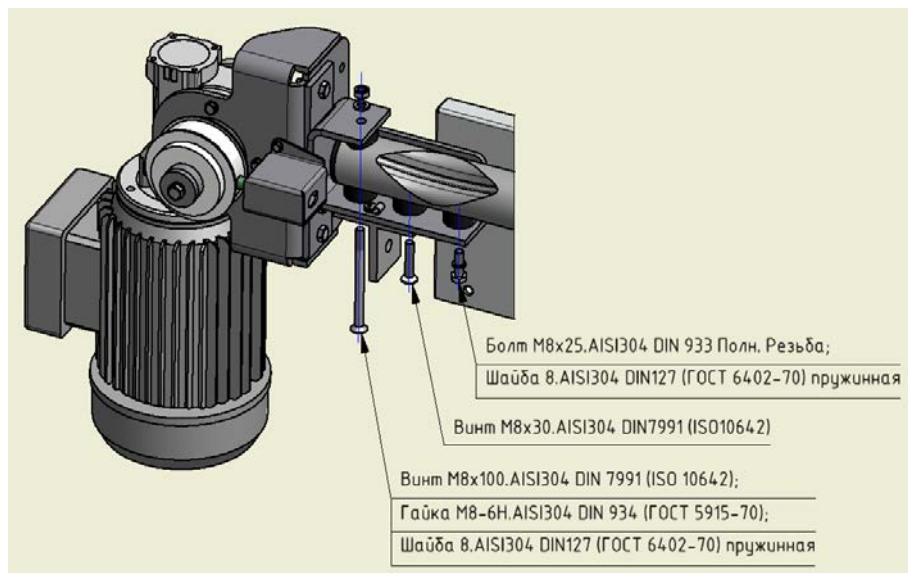

Рис.2
- 2.2. Разметить и просверлить отверстие на верхней направляющей соосное существующему (Рис.2).
- 2.3. Установить ведущую станцию и уголок крепления верхнего упора-ограничителя на верхнюю направляющую (Рис.2) при помощи указанного крепежа.